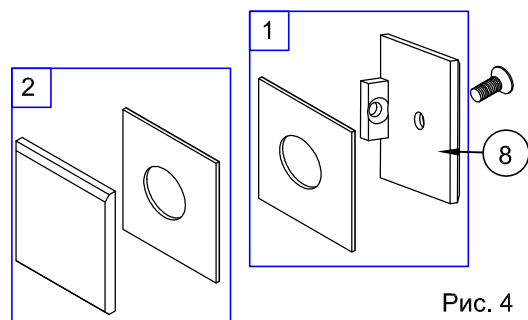
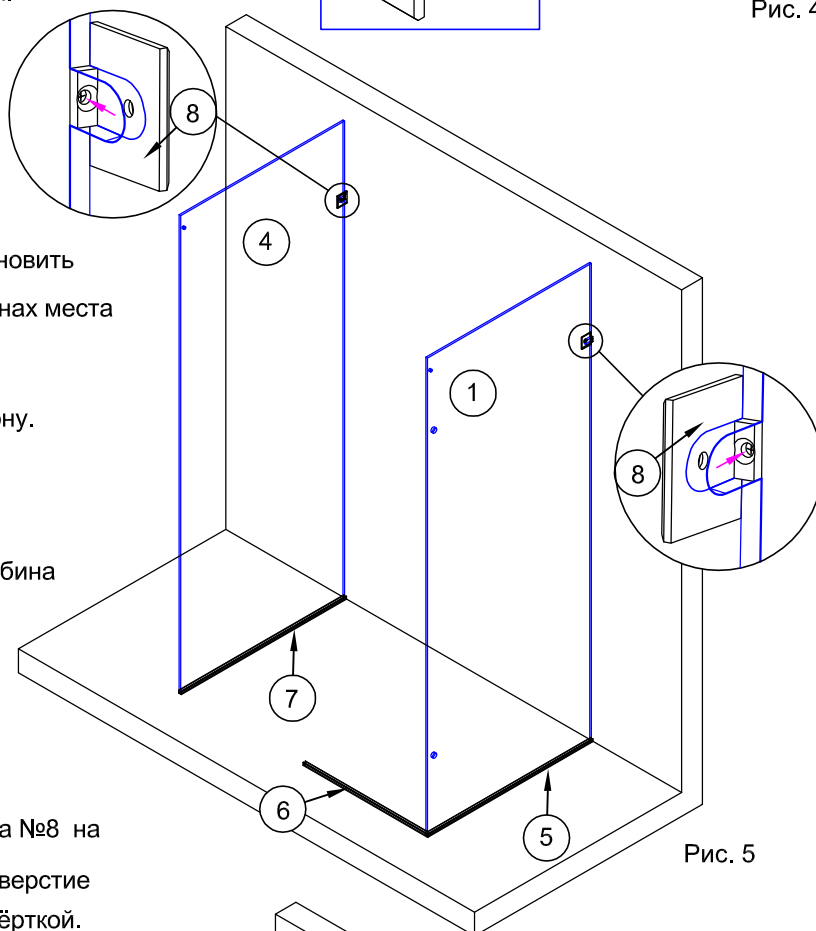

Рис. 4
Рис. 5
2.1. Шестигранным ключом раскрутить держатели стекла №8 (рис.4).
2.2. С внутренней стороны панелей в вырез установить комплекты 1 держателей (рис.4). Отметить на стенах места отверстий для крепления держателей №8 (рис.5).
Вставить в отверстия дюбели №23. При необходимости использовать молоток. (рис. 5)
2.8. Установить комплекты 2 держателей (рис.4) с внешней стороны стекол и скрутить пакет 1, стекло и пакет 2 винтом.